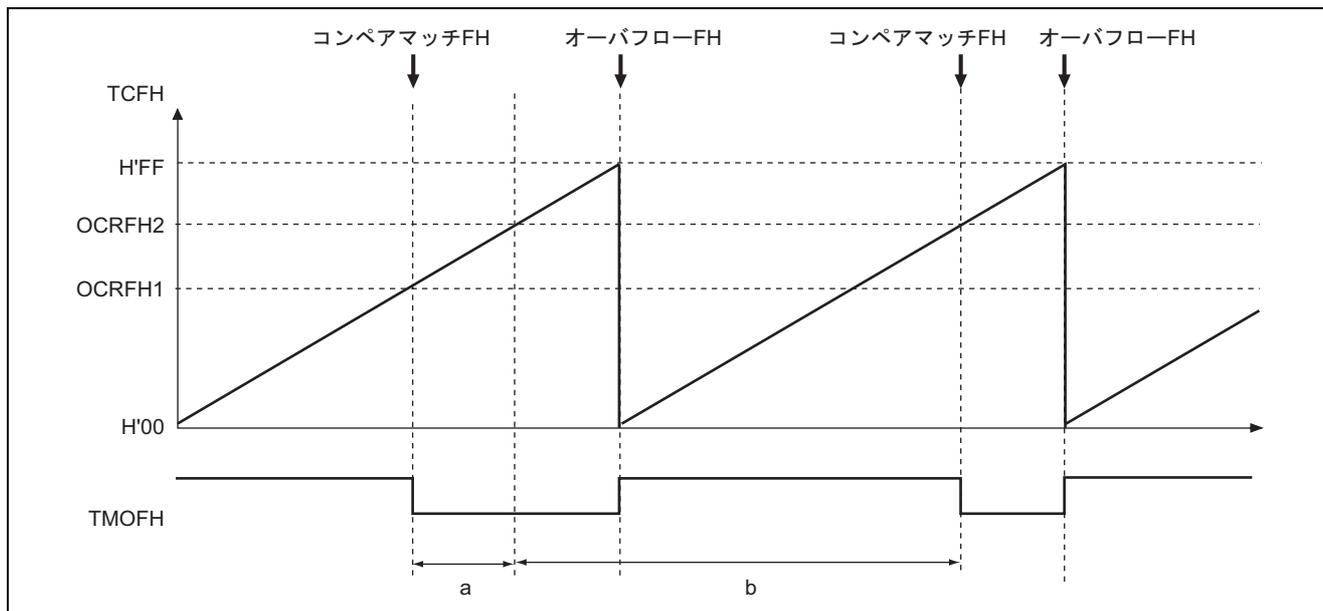
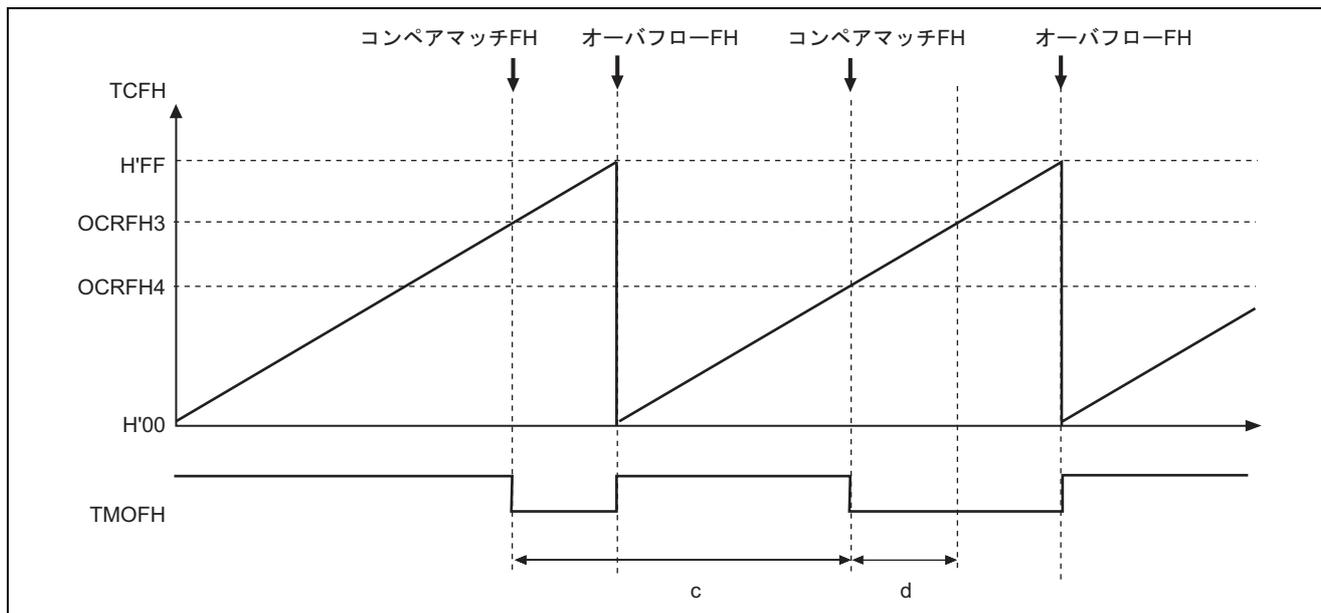

図 4 デューティを大きくする場合の OCRFH 書き換えタイミング
図 5 デューティを小さくする場合の OCRFBH 書き換えタイミング
c. デューティを大きくする場合，OCRFH は図 4 に示すタイミングで書き換えます。
- OCRFH の内容は，OCRFH に書き込むと同時に更新されます。デューティを大きくする場合，図 4 の区間 a で OCRFH を書き換えると，オーバーフロー割り込みの前に，連続してコンペアマッチ FH が発生し，正常な PWM 波形になりません。このため OCRFH は，図 4 の区間 b で書き換える必要があります。
d. デューティを小さくする場合，OCRFBH は図 5 に示すタイミングで書き換えます。
- OCRFBH の内容は，OCRFBH に書き込むと同時に更新されます。デューティを小さくする場合，図 4 の区間 d で OCRFBH を書き換えると，次のコンペアマッチ FH が発生せず，正常な PWM 波形になりません。このため OCRFBH は，図 5 の区間 c で書き換える必要があります。